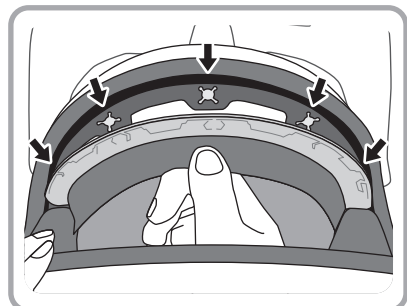

Fig. 1
1. Dégrafez les boutons-pression en tirant vers le bas au niveau de la zone frontale du casque. (Fig.1)